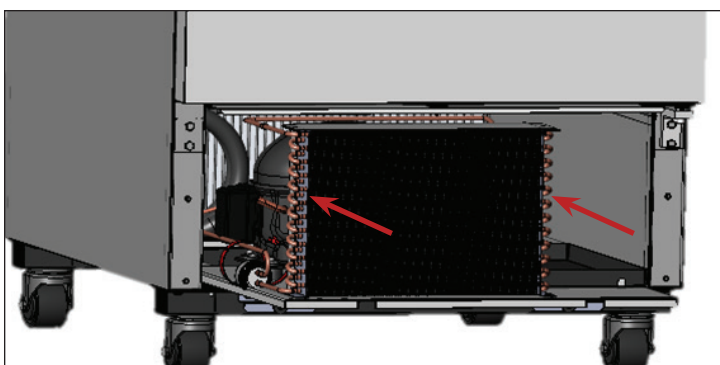

Рис. 7. Осторожно задвинуть конденсатор на место и закрепить его болтами.
9. Установить на место кронштейны змеевика (если применимо). Осторожно задвинуть блок компрессора на место и закрепить его болтами. См. рис. 7.